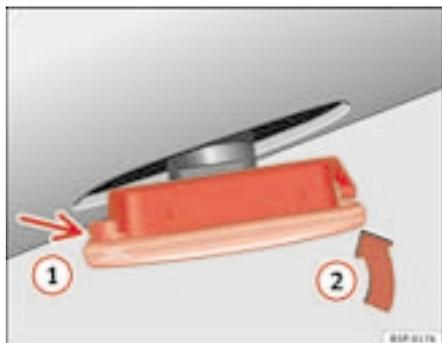

Fig. 155 Indicatori di direzioni laterali
- Collocare l'intermittente nel foro della carrozzeria, incastrando le linguette **1** ⇒ fig. 155, e successivamente inserire la lampada come indicato dalla freccia **2** ⇒ fig. 155. ■